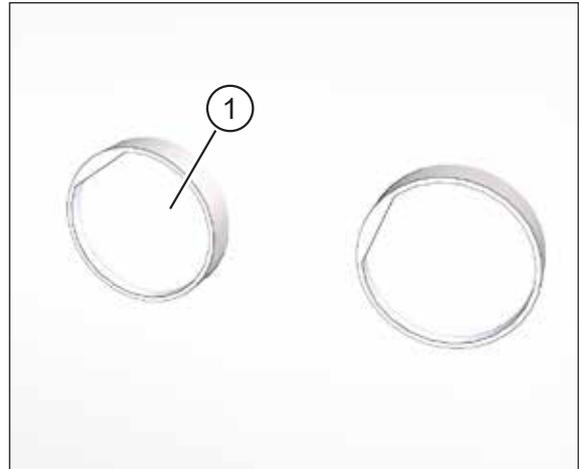

Abb. 40: Montageset außen verputzt
- ▶ Entfernen Sie beide Putzschutzhülsen (Pos. 1 in Abb. 40).